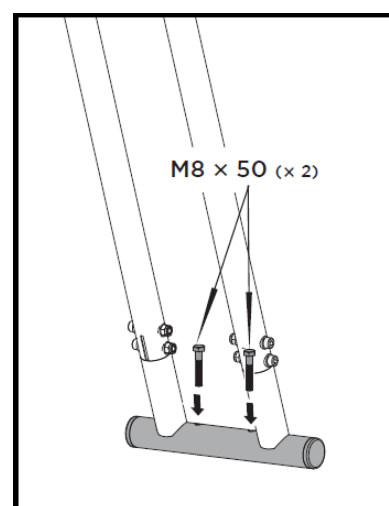

Fig. 12
1. Fixez le pied de support (14) à une surface dure et plane à l'aide de deux boulons M8x50. Reportez-vous à la figure 12 pour plus de détails.